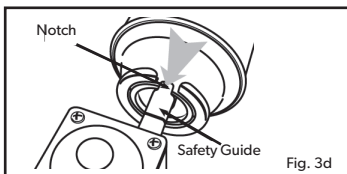

Fig. 3d
- Podłączyć wkład w pozycji poziomej i upewnić się, że wycięcie jest w jednej linii z prowadnicą bezpieczeństwa (jak pokazano na Rys. 3d).